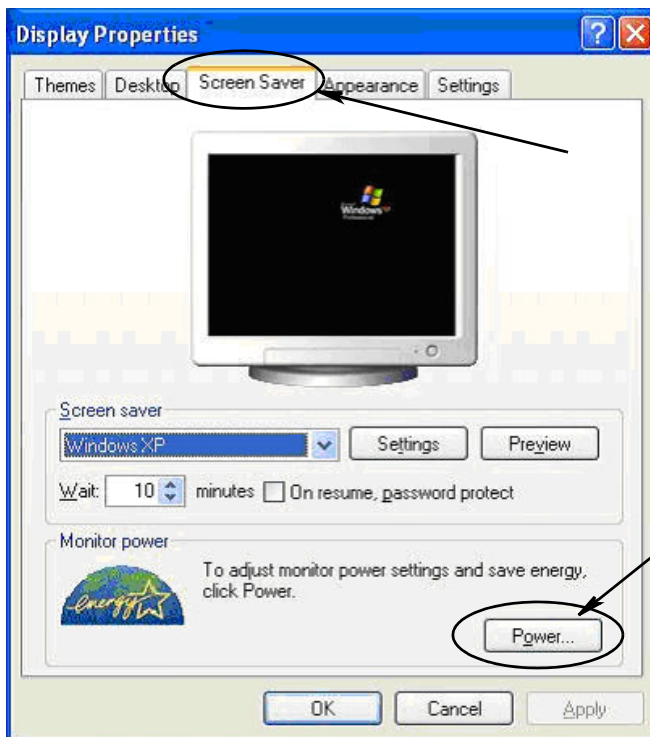

Рис. 14
2. Появится окно со свойствами. Откройте вкладку «Заставка». В нижней части окна «Энергосбережение» выберите кнопку «Питание» (Рис. 14).